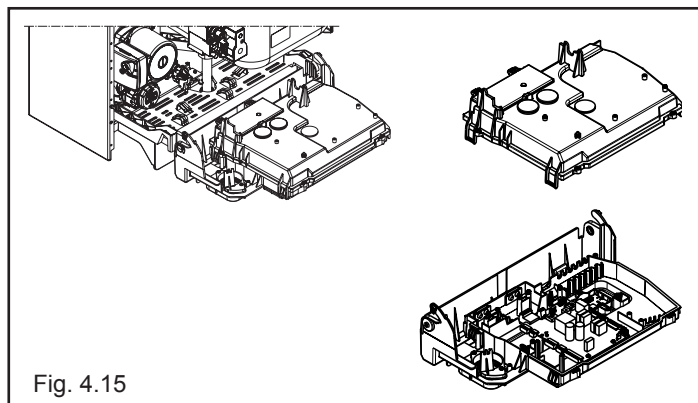

Fig. 4.15
- sollevare, quindi ruotare il cruscotto verso di sé (fig.4.15)
- rimuovere la copertura (fig. 4.15) agendo sui ganci di fissaggio